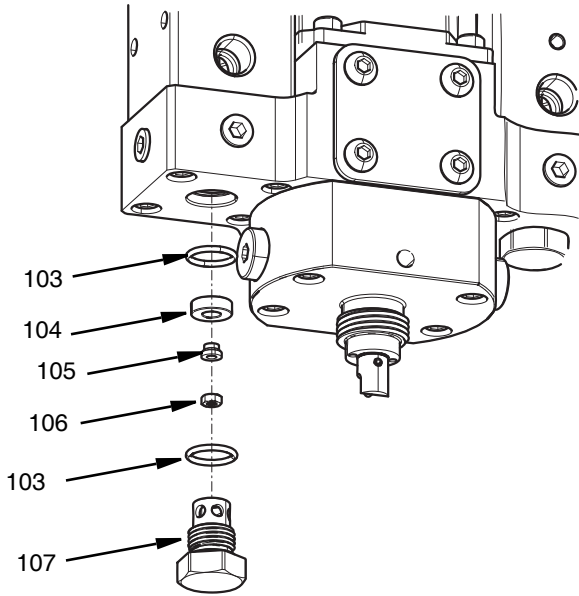

图 27
2. 使用 19 毫米开口扳手卸下阀座固定器 (107)。
3. 使用 5.5 毫米套筒卸下固定反转喷嘴 (105) 的螺母 (106)。
4. 取下阀座 (104) 和 O 型圈 (103)。参见图 27（第 38 页）。